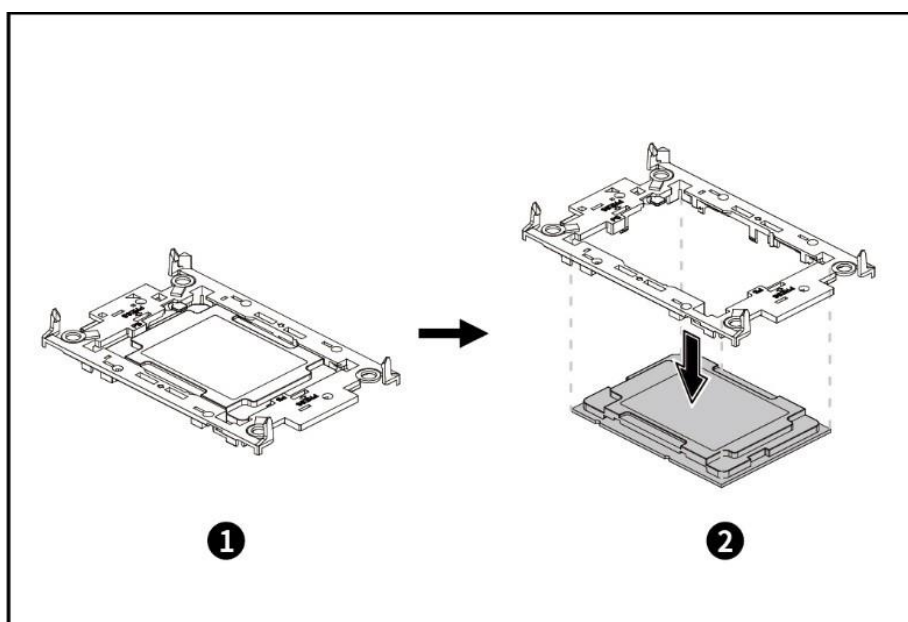

Рисунок 63 – Извлечение процессора из кронштейна
- Извлеките процессор из кронштейна (см. рисунок 63).